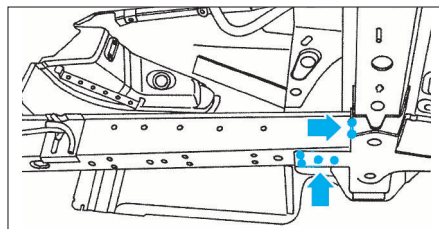

FIG. 90
- Souder par points bouchon à l'arc sous protection gazeuse les points (Fig.90).